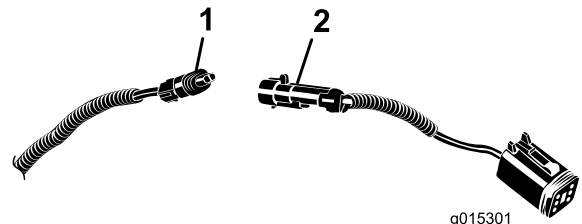

Bild 7
3. Schließen Sie den Kabelbaum des Sitzes vom Kabelbaum der Maschine ab (Bild 7).
5. Schließen Sie den offenen Anschluss am Hauptkabelbaum (an der rechten Seite des Sitzes) an den kurzen Drahtkabelbaum an, der mit dem Sitz geliefert wurde (Bild 7).